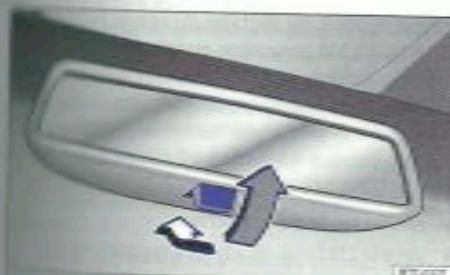

Fig. 88 Rétroviseur intérieur jour/nuit manuel.
2. Pour sélectionner la position nuit, tirez le levier vers l'arrière ➡ fig. 88.